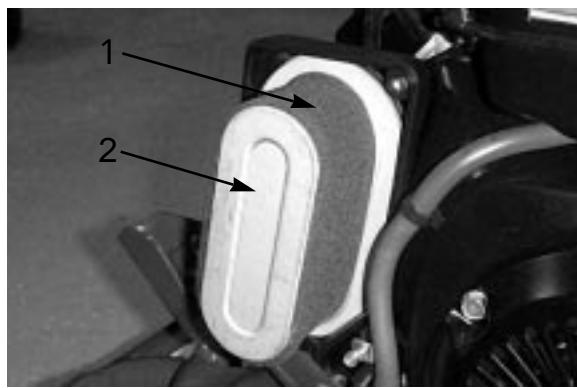

図 31
3. スポンジ(図31)を点検し、汚れていればペーパー・エレメントから外してきれいに洗う。